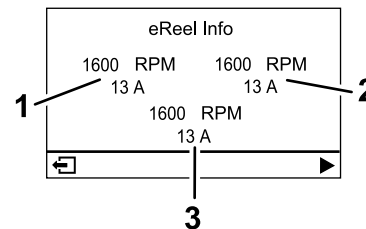

Figure 21
- **Écran d'information moteur UC (Figure 21) :** indique le régime et le courant du moteur de chaque unité de coupe.